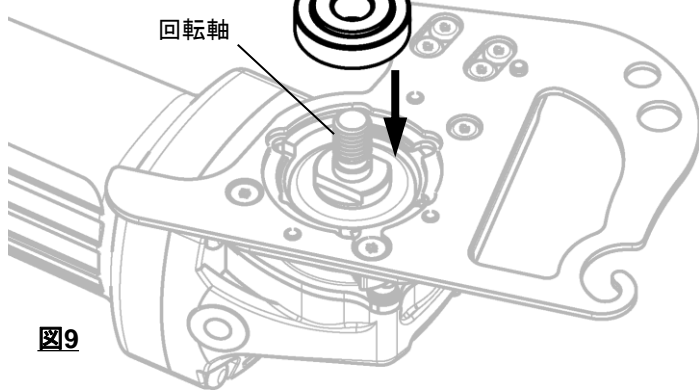
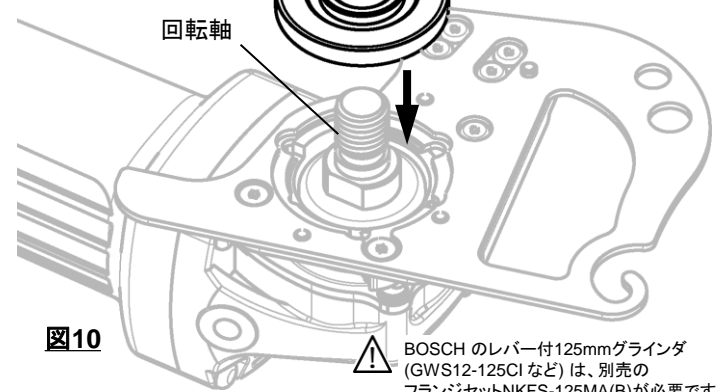

図9
図10
6. 100mmグラインダの場合は本製品に付属の[e]フランジを、125mmグラインダの場合はグラインダに付属の標準フランジを、回転軸にセットして下さい。(図9、図10)